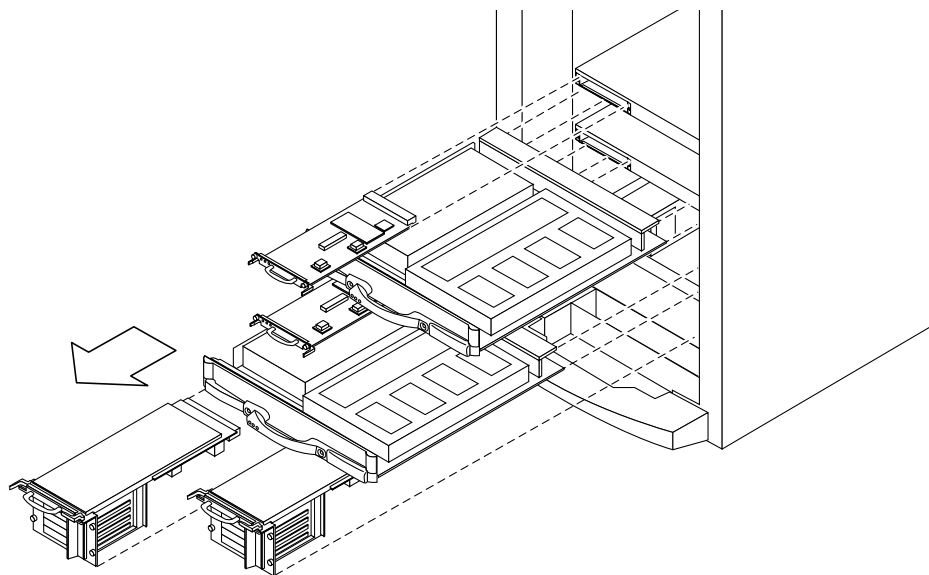

図 12-27 ボードの取り外し — Sun Fire 3800 システム
6. システムの正面から、ボードおよび I/O アセンブリを取り外します。ボードのフィルターパネルを取り外す必要はありませんが、I/O アセンブリのフィルターボードは必ず取り外してください (図 12-27)。